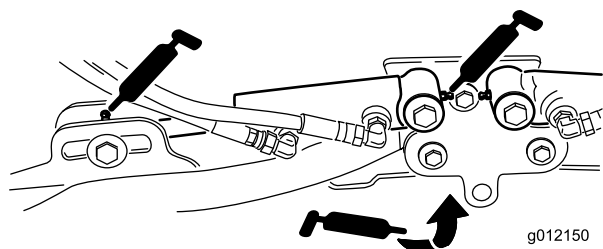

Рисунок 45
- Цилиндры подъемных рычагов режущего блока (по 2 шт.) (Рисунок 45).
- Оси поворота подъемного рычага (по 1 шт.) (Рисунок 45)